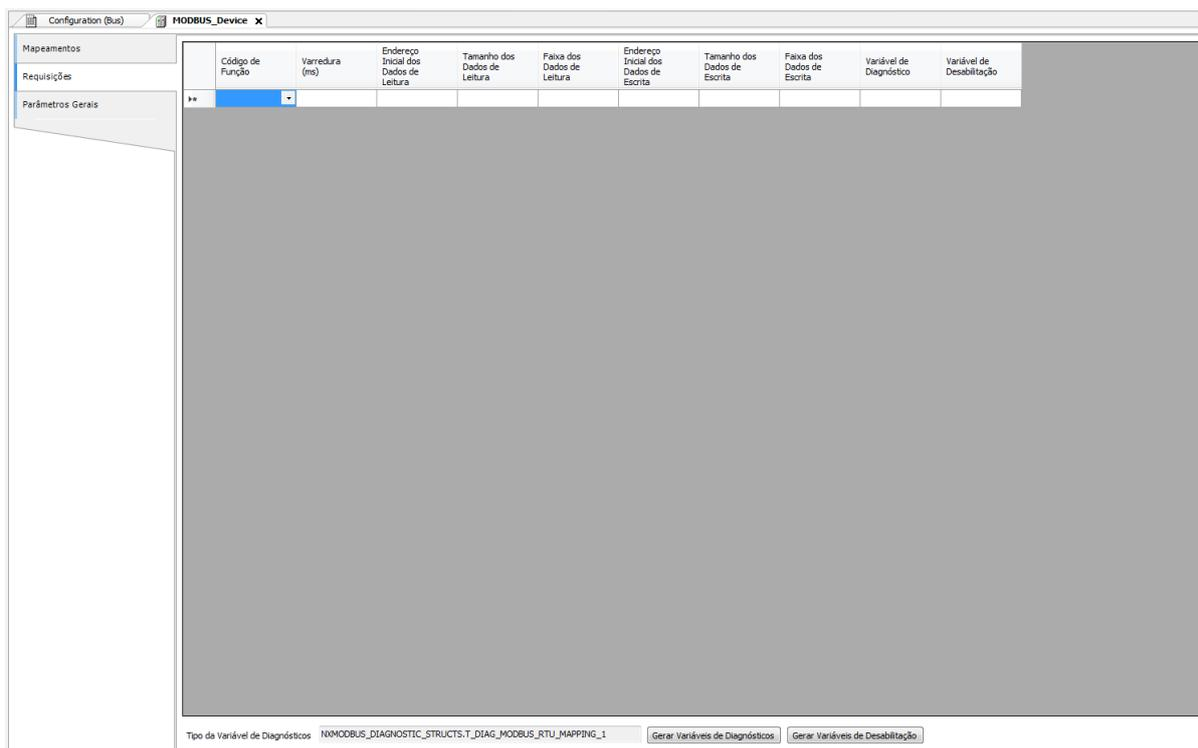

Figura 72: Tela de Requisições de dados MODBUS Mestre
- Adicionar e configurar as requisições MODBUS como apresentado na Figura 72, especificando a função, o tempo de varredura da requisição, o endereço inicial (leitura/escrita), o tamanho dos dados (Leitura/Escrita) e gerar as variáveis de diagnóstico e desabilitação das requisições através dos botões na parte inferior da janela.